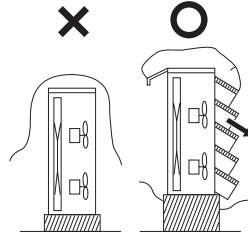

Fig. 2-7
Em regiões com neve e ventos fortes, os seguintes problemas podem ocorrer quando a unidade exterior não é equipada com uma plataforma e condutas resistentes à neve (Fig. 2-7):
- A plataforma deve ser mais alta que a profundidade máxima da neve. (Fig. 2-7)